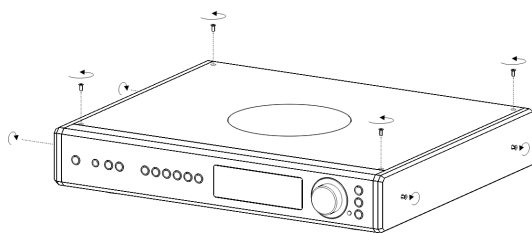

Abb. 1 / Fig. 1
- Entfernen Sie die vier Schrauben des Deckels und lösen Sie die 4 (8 Stück beim PA 2500 R u. R 2500 R) Schrauben der Seitenwangen (Abb. 1 u. 5).
- Remove the four screws of the top cover and unfasten the 4 (8 for the PA 2500 R and R 2500 R) screws of the side panels (fig. 1 and 5).